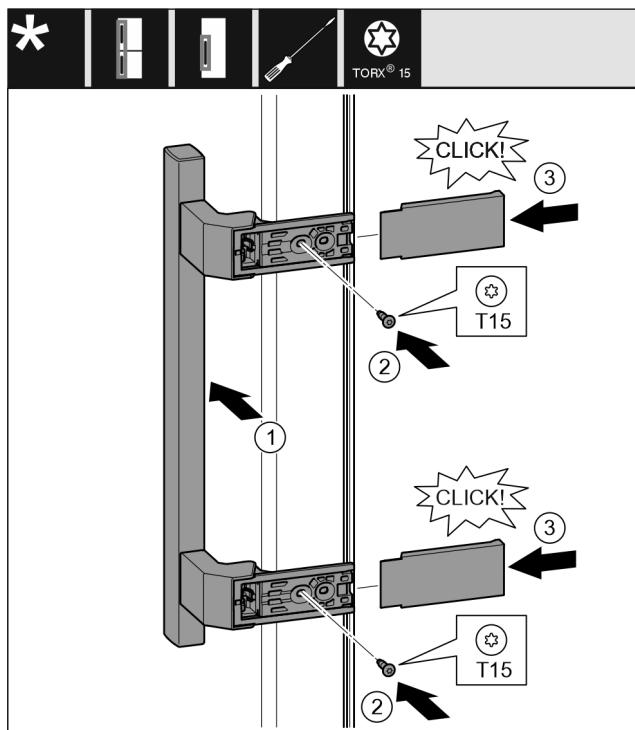

Fig. 15
- ▶ Установите ручку на противоположной стороне. *Fig. 15 (1)*
- ▶ Затяните винты отверткой T15. *Fig. 15 (2)*
- ▶ Установите крышки сбоку и надвиньте их. *Fig. 15 (3)*